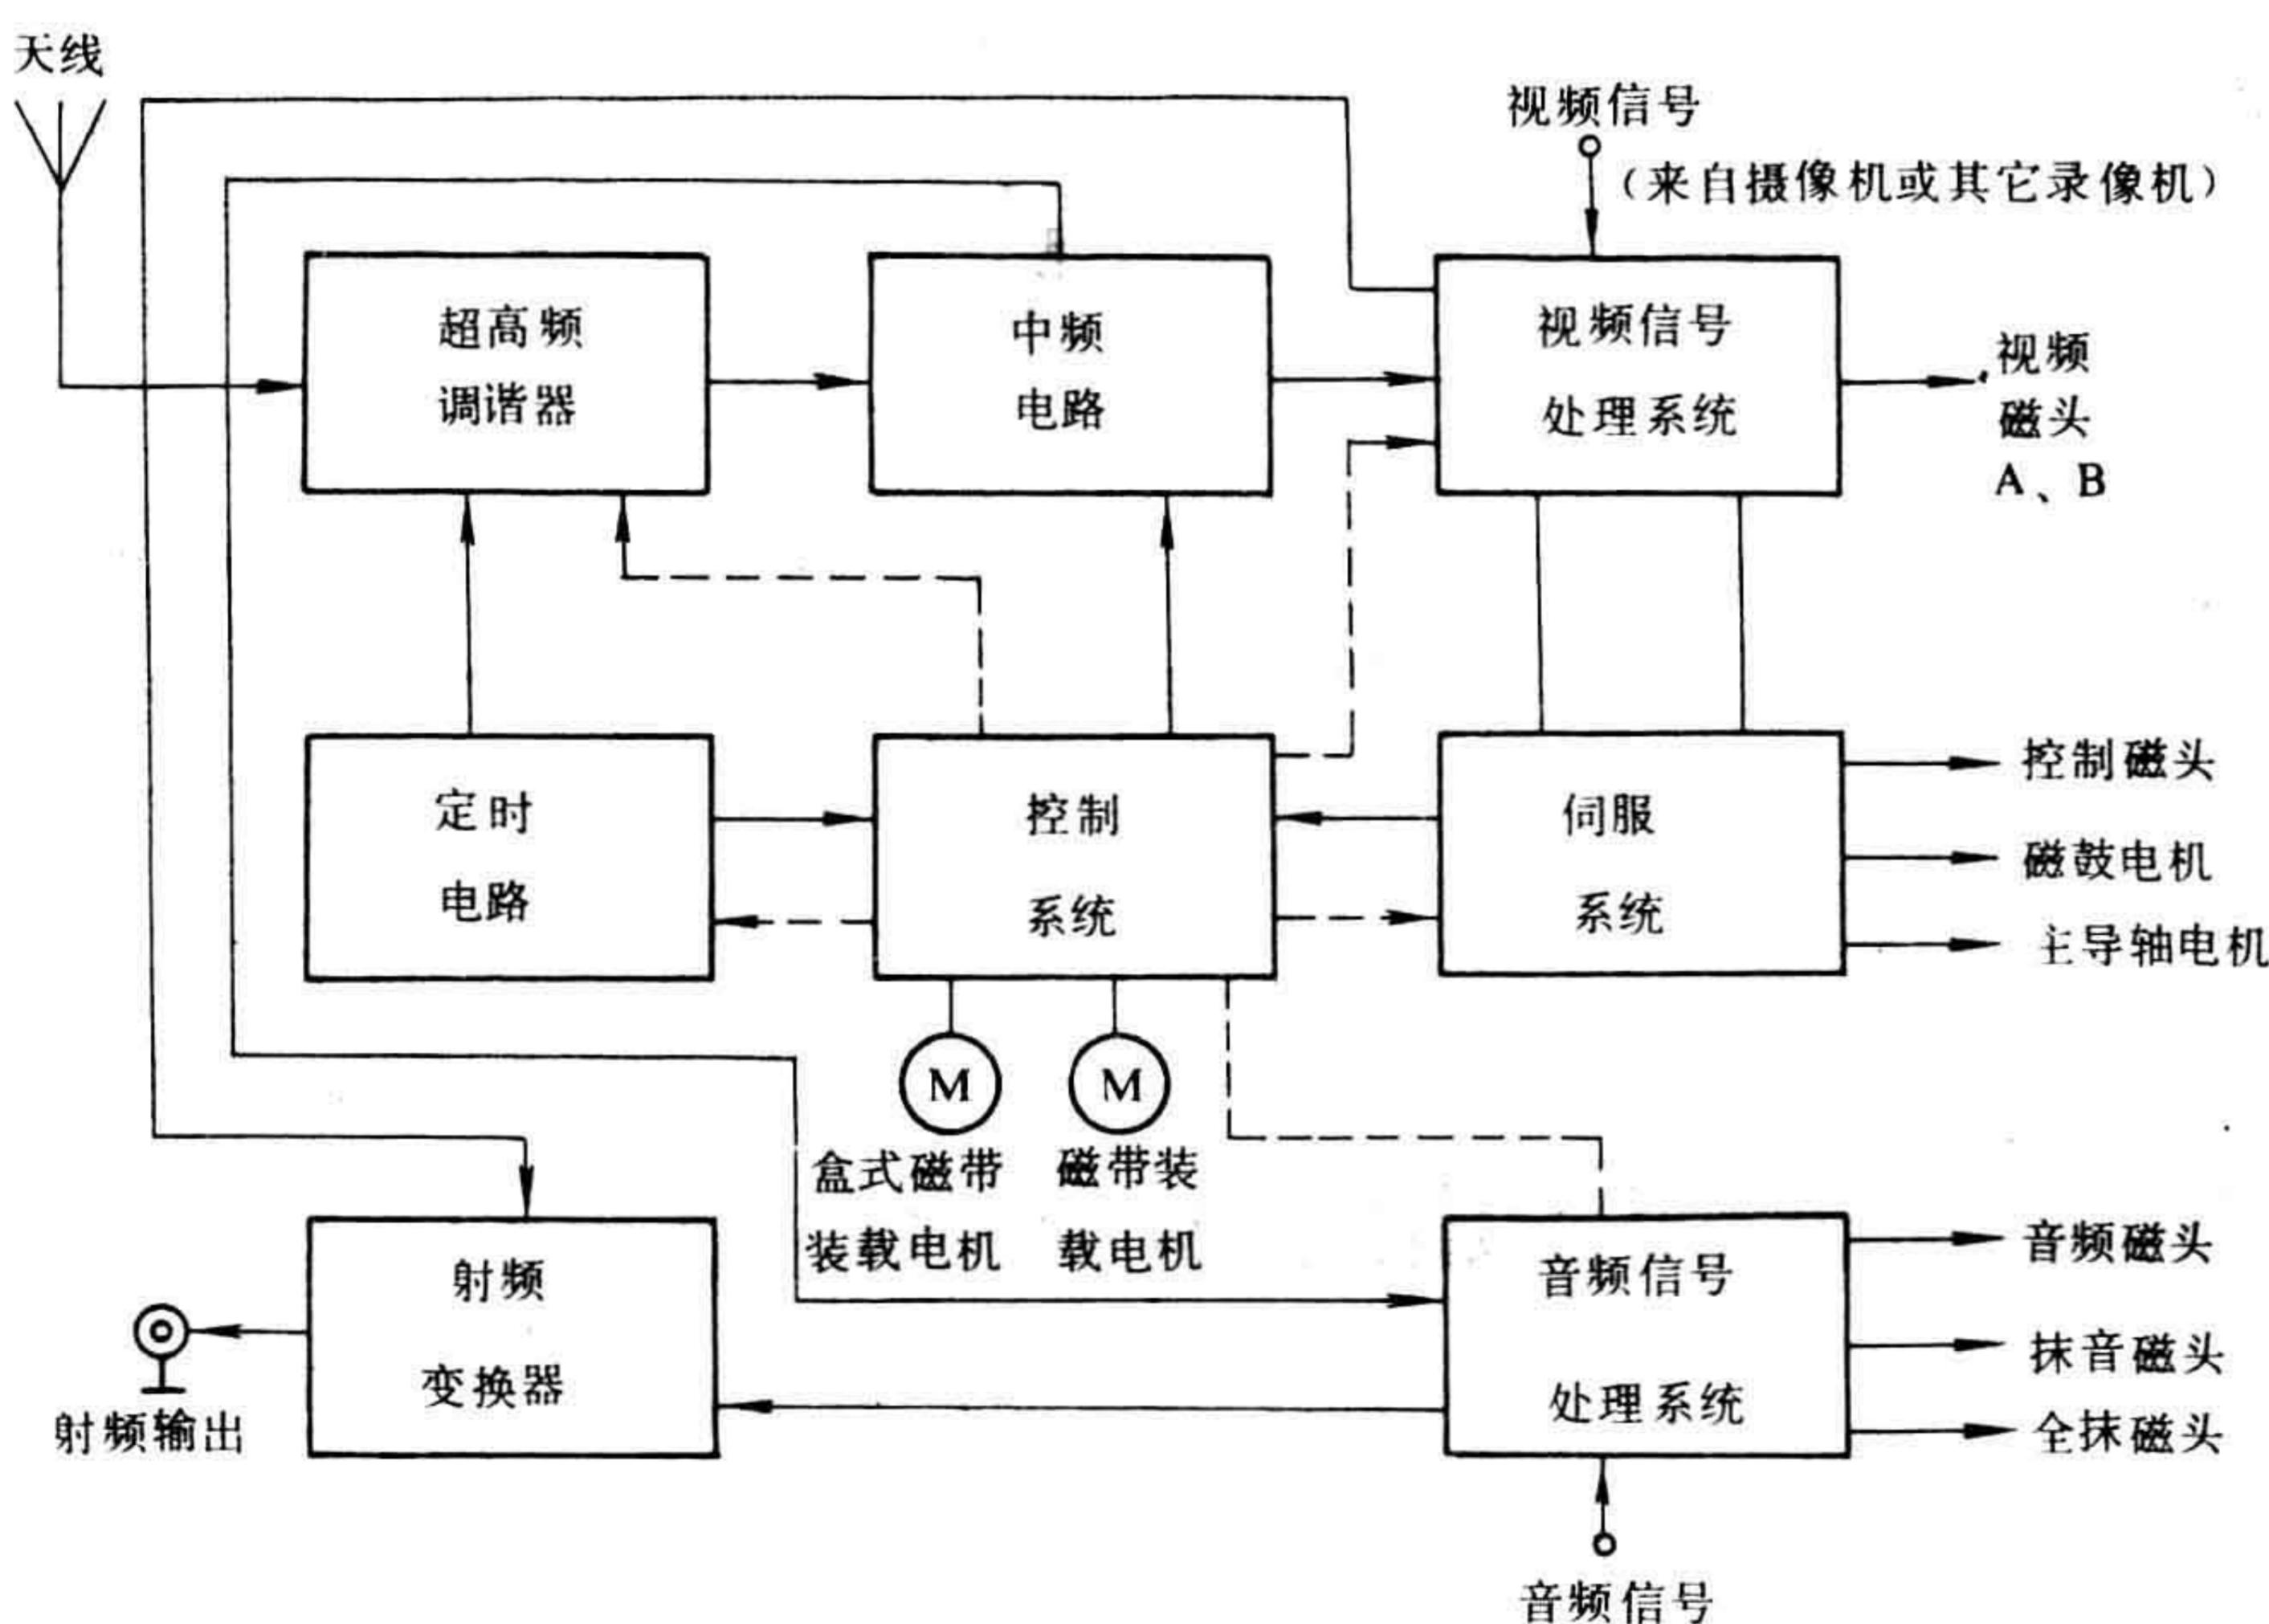

图 1-4 家用录像机基本组成方框图
家用录像机的基本组成方框图如图 1-4 所示。由图可见,家用录像机由视频信号处理系统、音频信号处理系统、伺服系统、控制系统、定时电路,超高频调谐器、中频电路、射频变换器及多个磁头和电机等部件组成。下面分别对各部件的基本功能及录像机基本工作原理做简单介绍。
在录像机中,控制对象是图 1-4 中的磁鼓电机(直流电动机)和主导轴电机。磁鼓电机的转速决定着图 3-45 中转子的旋转速度,而主导轴电机的转速决定磁带的移动速度。所以,在录像机中通常都采用磁鼓伺服系统和主导轴伺服系统,以严格控制磁鼓电机及主导轴电机的转速。
家用录像机中的射频变换器相当于一种小型简易彩色电视发射机。由图 1-4 所示方框图可见,它的输入信号有两种:①来自视频信号处理系统的视频信号(图像信号);②来自音频信号处理系统的音频信号(伴音信号)。射频变换器的功能是:将输入的视频信号及音频信号混合,并进行调幅(其载频为 V 波段或 U 波段中某一频道频率),使之变为射频全电视信号,由射频输出插座(RF OUT)输出(工作时,用 75Ω 的电缆与电视机天线输入插座相连接)。